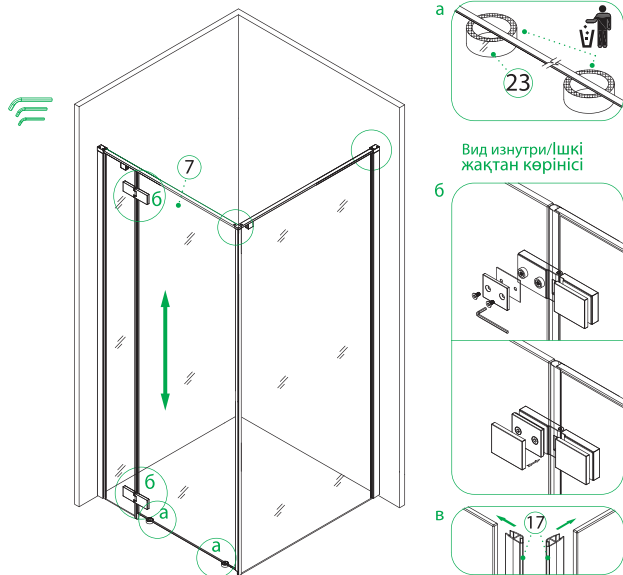

Рис. 12/12-сур.
- Установите закаленное стекло 1910x615 мм (№7) на опоры для установки (№23, рис. 12-а), отрегулируйте высоту, закрепите петли (рис. 12-б). Установите магнитные уплотнители PVC (№17) на закаленные стекла. (рис. 12-в).